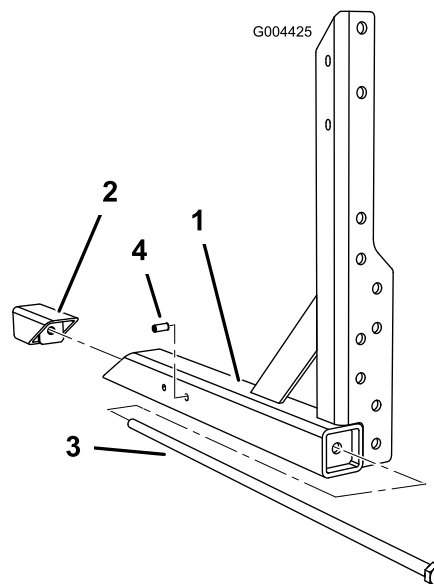

Figure 6
1. Insérez le boulon de cadre dans le montant et dans le coin du cadre (Figure 6).
2. Pour les pulvérisateurs 5700, insérez une goupille cylindrique dans le trou extérieur, le plus proche du support d'angle (Figure 6).